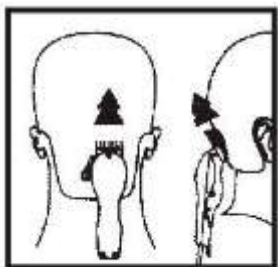

Рисунок 1
2. Держите машинку краями лезвий вверх и начинайте состригать заднюю часть шеи, начиная от центра шеи (см. рисунок 1).